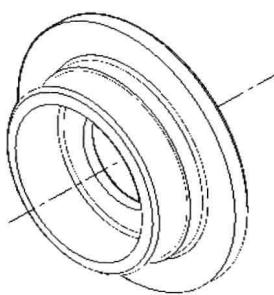

图 8-3-12
- (3) 在“绘图”面板中单击“面域”按钮 ○ ，选择轮廓线，按 Enter 键，创建面域。
- (4) 在“建模”面板中单击“旋转”按钮 回 ，命令行提示“选择要旋转的对象”，单击面域，按 Enter 键。
- (5) 命令行提示“指定轴起点或根据以下选项之一定义轴 [对象(O)/X/Y/Z]<对象>”，单击中心线两个端点，确定旋转轴的起点和端点位置，两点之间的连线将是虚拟的旋转轴。
- (6) 命令行提示“指定旋转角度或 [起点角度(ST)] <360>”，按 Enter 键，即可创建旋转对象。
- (7) 在“视图”面板中选择“东南等轴测”，观察三维实体，如图 8-3-12 所示。